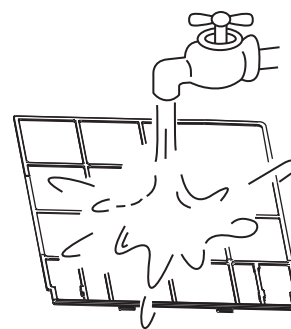

Рисунок 6-3
- Во время чистки водой приточная сторона фильтра должна быть направлена вниз (См. Рисунок 6-3).